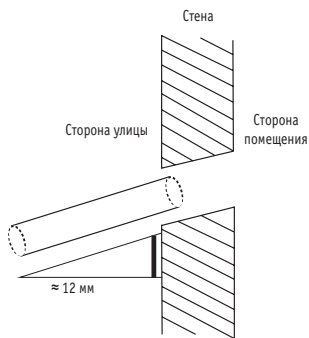

Рис. 6.5
3. С помощью трубчатого сверла просверлите в стене отверстие диаметром 65 мм. Отверстие следует просверлить с небольшим наклоном вниз, чтобы наружный край отверстия был ниже внутреннего края приблизительно на 12 мм. Это обеспечит правильный сток воды (см. рис. 6.5). Поместите в отверстие защитную манжету. Это защитит края отверстия и поможет герметизировать его после завершения монтажа.